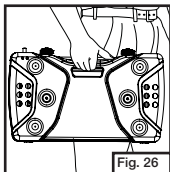

Fig. 26
- Para cargar la estufa, sujete firmemente la estufa en la abertura para la mano localizada en la parte inferior. (Fig. 26)